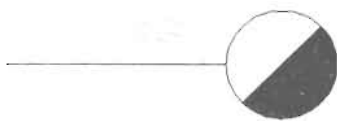

图 7-81
(1) 绘制如图 7-81 所示的消火栓 (建筑给排水设备图例)。